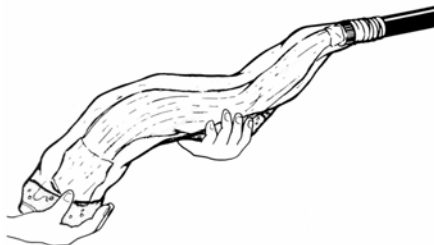

Рис. 3.5. Смывка гидрофобного наполнителя
3.2.7. Полоскательными движениями смыть гидрофобный наполнитель с сердечника кабеля (рис. 3.5). Продолжительность смывки для кабелей емкостью до 200 пар составляет 5-7 мин, для кабелей емкостью свыше 200 пар – 10-12 мин.